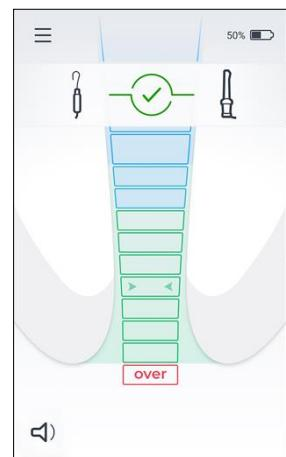

图 4
3. “电缆连接测试”图标  应出现在屏幕上 - 见图 4。